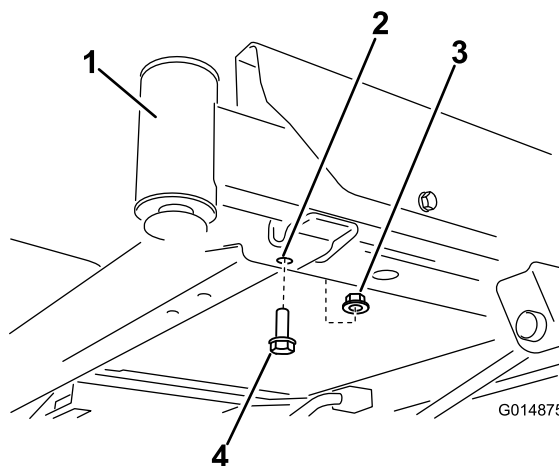

Figure 3
1. Localisez les boulons avant sur le dessous du cadre (Figure 3 et Figure 4).